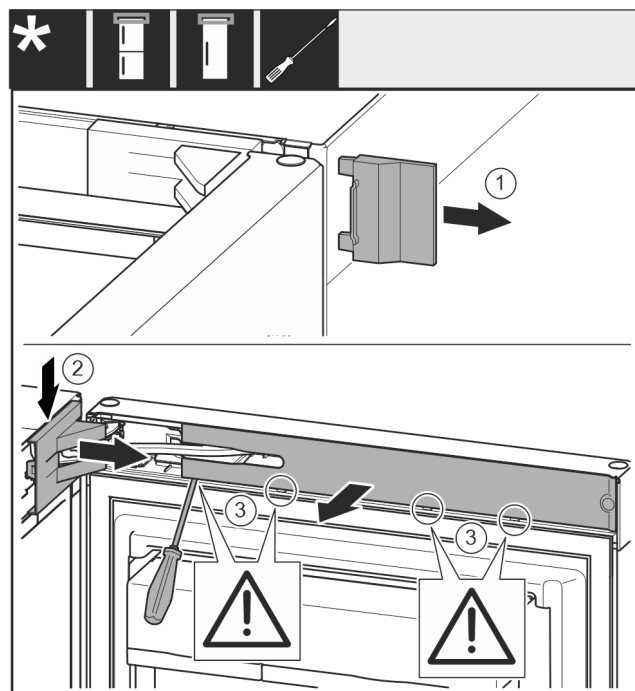

Fig. 10
- 取下盖板 Fig. 10 (1)。
- 拆卸并松开托架盖 Fig. 10 (2)。
- 取下托架盖 Fig. 10 (2)。
- 使用带槽螺丝刀松开隔板 Fig. 10 (3)并把它转到一边。